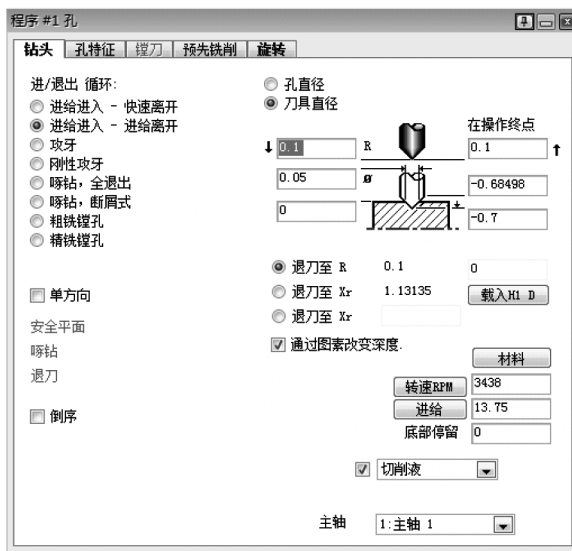

图 6-114 钻孔参数 1
1) 改变程序#1 的刀具为#20 刀具, 并按如图 6-114 所示修改程序。